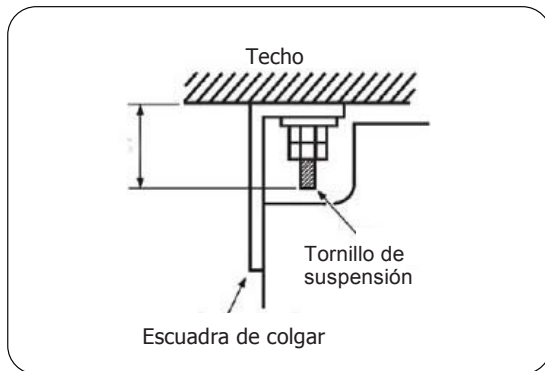

Fig.8.4
- Ajustar la distancia entre la unidad y la losa de techo de antemano (Fig.8.4).